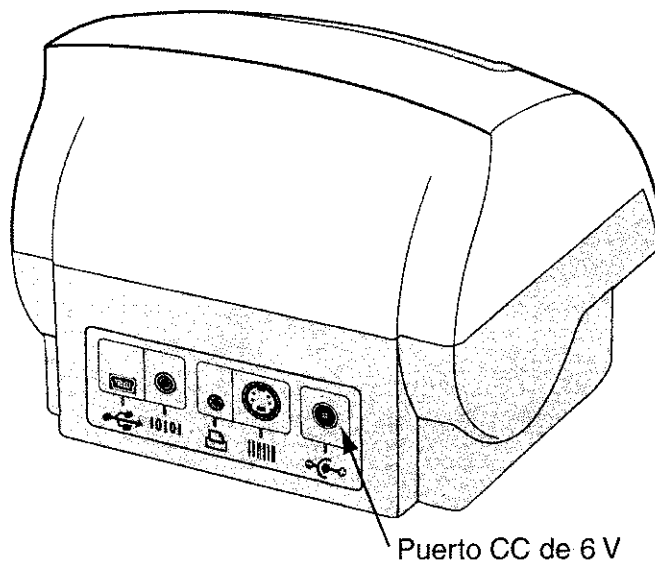

Figura 2-3: in2it (I) Analyzer - Vista posterior
1. Conecte la fuente de alimentación a la toma de corriente eléctrica. Inserte la clavija al puerto CC de 6 V situado en la parte trasera del analizador (véase la figura 2-3).